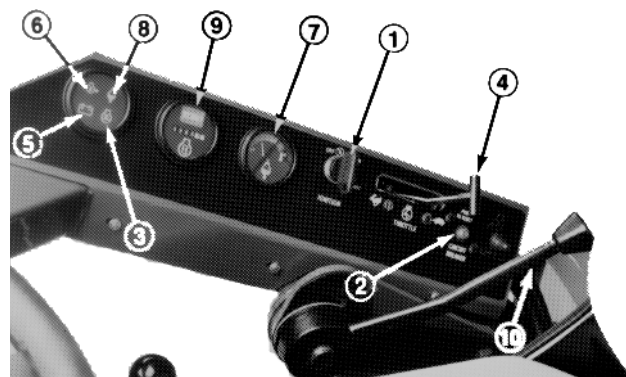

Abbildung 7
## ZÜNDSCHALTER (Abb. 7)
## GLÜHÜBERWACHUNGSLICHT (Abb. 7)
## GASREGLER (Abb. 7)
## ANZEIGE FÜR BATTERIEAUFLADUNG (Abb. 7)
## ANZEIGE FÜR MOTORÖLDRUCK (Abb. 7)
## TEMPERATURFÜHLER- UND ANZEIGE FÜR KÜHLFLÜSSIGKEIT (Abb. 7)
## BETRIEBSSTUNDENZÄHLER (Abb. 7)
## SCHALTKREISUNTERBRECHER (Abb. 7)
4. Den Zündschalter auf ON (AN) drehen und solange festhalten, bis die Glühkerzenanzeige erlischt (nach etwa 6 Sekunden).
5. Den Zündschalter sofort auf START drehen (Abb. 7). Den Schalter sofort loslassen, wenn der Motor läuft und den Schalter wieder in die ON Position zurückgehen lassen. Den Gasregler auf SLOW (LANGSAM) stellen.